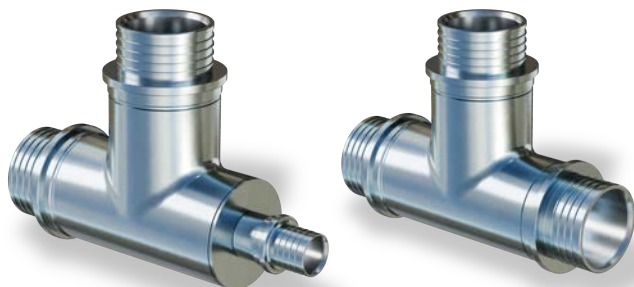

Рис.10. Тройник
3.2.4. Тройник предназначен для разветвления трубопровода ТВЭЛ-ПЭКС (см. рис. 10). Является пресс-соединением, необходима комплектация монтажными гильзами из нержавеющей материала (нерж. ст., латунь).